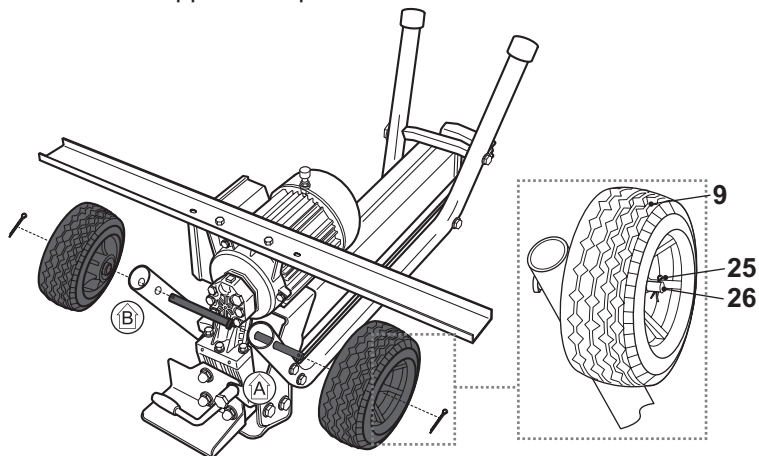

Fig. 1c
- > Insérez les essieux [26] dans les extrémités A et B de l'armature, enfiler une roue [9] sur chaque essieu et fixez les roues avec les goupilles de sécurité [25] (Fig. 1c).